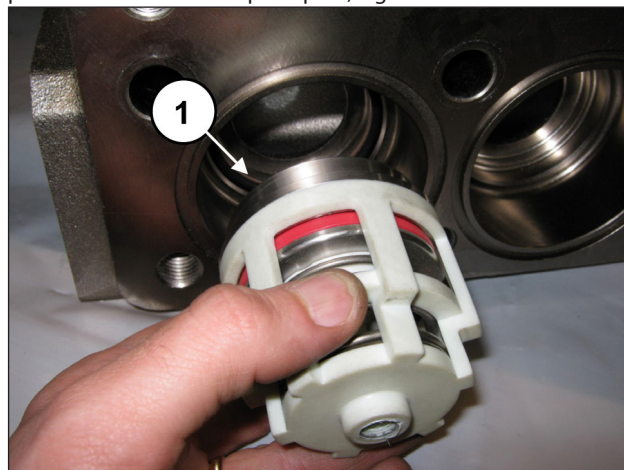

Fig. 151
Placer le groupe soupape d'aspiration (rep. ①, Fig. 151).